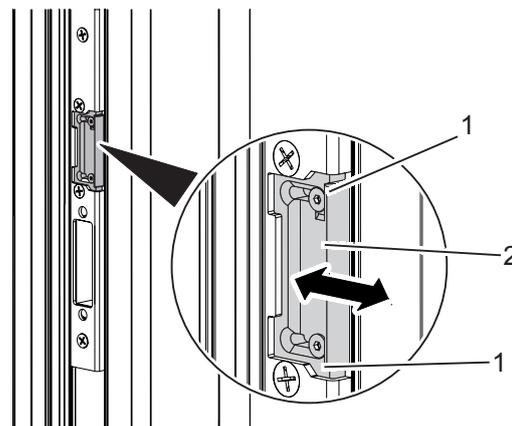

Fig. 41: Réglage de la gâche plate centrale
1. Desserrer légèrement les vis (Fig. 41/1).
2. Déplacer la gâche plate centrale (Fig. 41/2) dans la direction souhaitée.